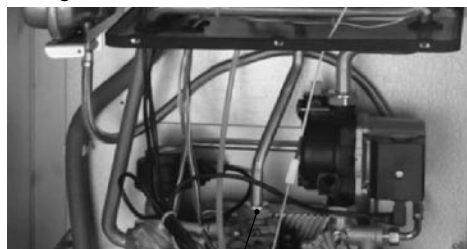

Figura 8.1
- Svitare il girello A del tubo gas (Figura 8.1)
eseguire la prova di tenuta gas dopo aver stretto il girello del tubo gas (Figura 8.1).